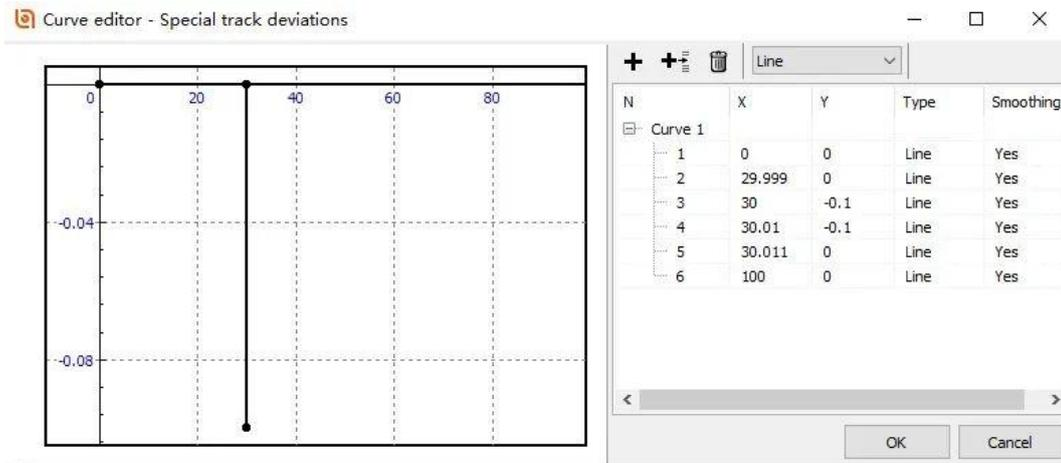

图 042-5
3、在曲线编辑器定义特殊的激励，如图 042-5，其第一列表示距离（m），即梁上的位置。